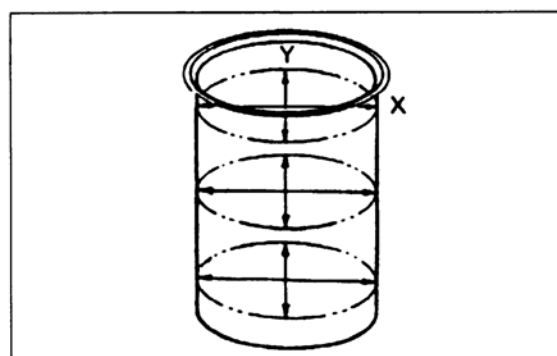

Bild 122
- Zylinderdurchmesser an den in Bild 122 angegebenen Punkten messen. Grösster Mess-